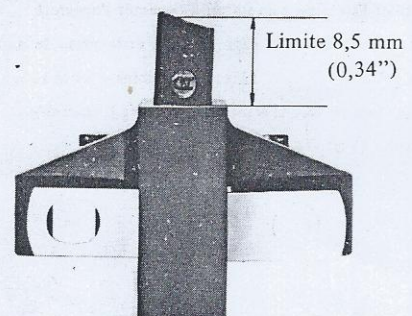

Fig. 6-52 Longueur du balai
1. Contrôler la longueur de balai qui dépasse du porte-balai. Si elle est inférieure à la limite, remplacer le balai. La limite de longueur est 8,5 mm. (voir Fig. 6-52)